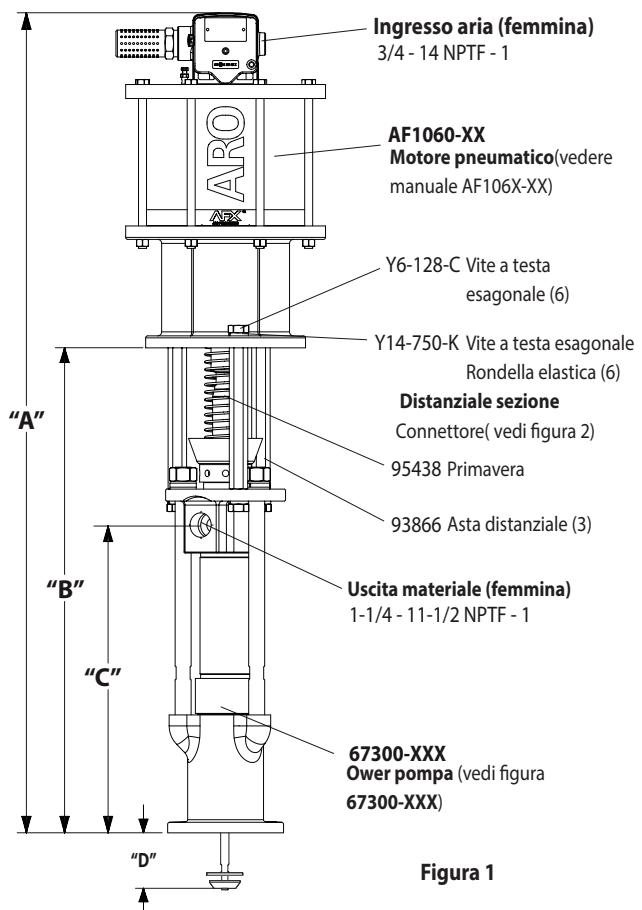

Figura 1
- Rimuovere le tre viti (Y6-128-C) e serratura (Y14-750-K) Ron delle da tre (93866) aste distanziali (vedi figura 1).